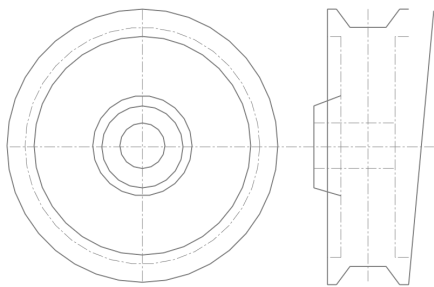

图 3-59 打开素材模型
(1) 单击常用工具栏中的【打开】按钮，打开一幅素材模型，如图 3-59 所示。